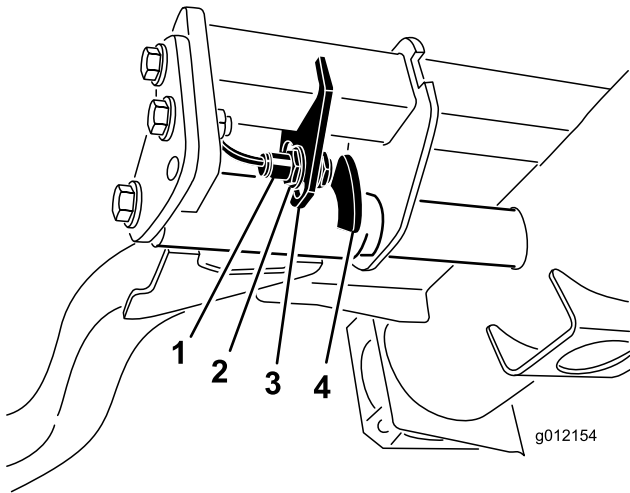

Figura 44
2. El interruptor del brazo de elevación está situado debajo del depósito de aceite hidráulico y detrás del brazo de elevación delantero derecho (Figura 44).
3. Afloje los tornillos de montaje del interruptor (Figura 44) y desplace el interruptor hacia abajo para aumentar la altura de giro del brazo de elevación, o hacia arriba para reducir la altura de giro del brazo de elevación. Apriete los tornillos de montaje.